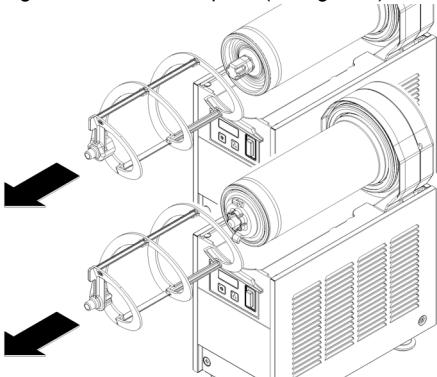

figura 7
- 3** Desenfilar del evaporador el rascador exterior (ver figura 7) y después el Rotor